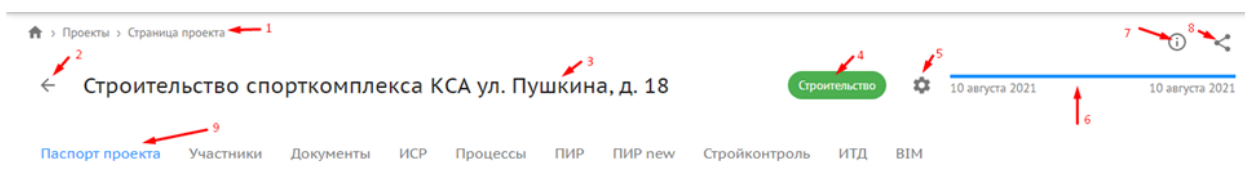

Рисунок 12. Карточка проекта.
- Панель навигации. Содержит основную информацию о проекте и вкладки для работы с данными (Рисунок 12):